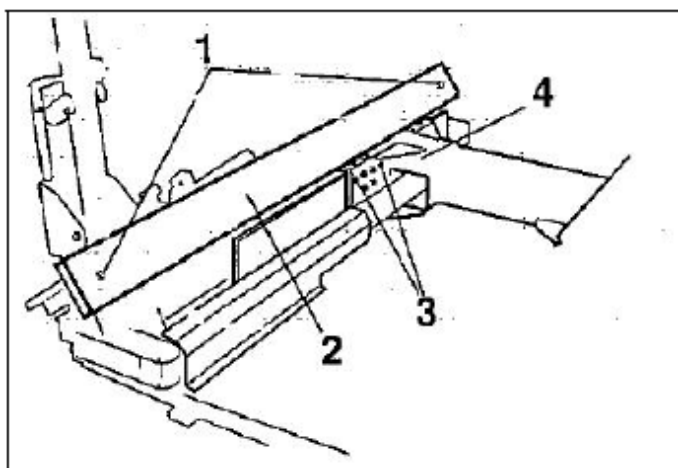

Рис. 8.5
- c) Открутить винты крепления защиты (1, рис. 8.5), снять защиту цепи (2, рис. 8.5).
- d) Открутить гайки (3, рис. 8.5) каждого верхнего башмака каретки (4, рис. 8.5).
- g) Затянуть четыре контргайки верхних башмаков (3, рис. 8.5).
- i) Установить защиту на цепь V2 (рис. 8.5).